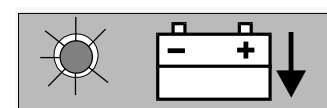

Fig. 19
- viene fatto lampeggiare il led di Batteria bassa (fig.19)